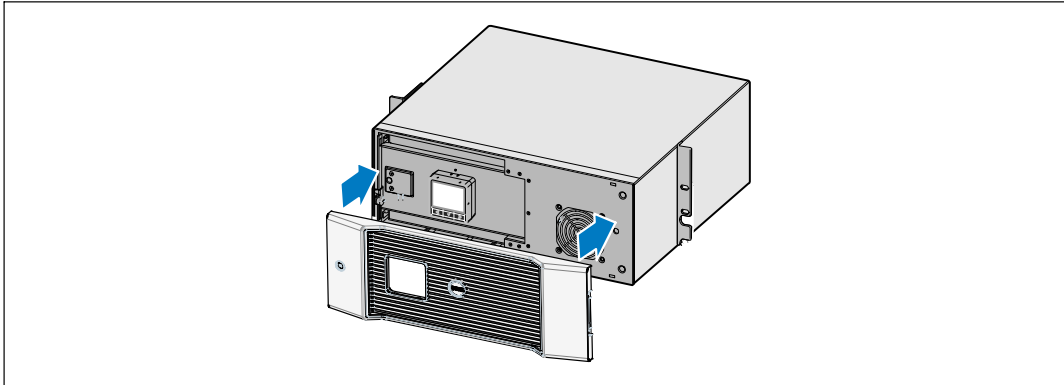

Abbildung 26. Auswechseln der vorderen Abdeckung der USV
- 8 Wechseln Sie die vordere Abdeckung der USV aus (siehe Abbildung 26).